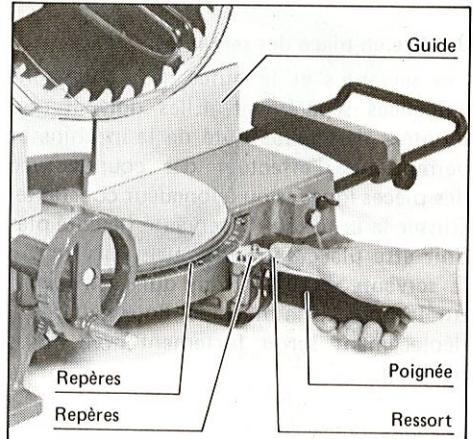

Fig. 8
- \* Vérifier si le carter de protection fonctionne parfaitement. Fig. 8
- 2) Déprimer avec le pouce le ressort de butée, comme sur la Fig. 8. Cela relâche la goupille de butée et permet au plateau de tourner librement.